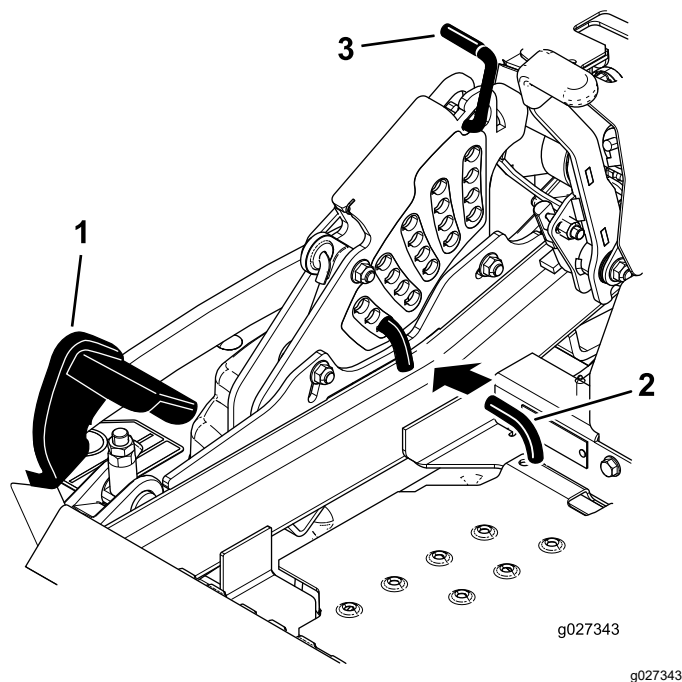

Figura 112
5. Premete completamente in avanti il pedale di sollevamento del piatto di taglio e quest'ultimo si blocca in posizione di trasporto a 14 cm (Figura 112).